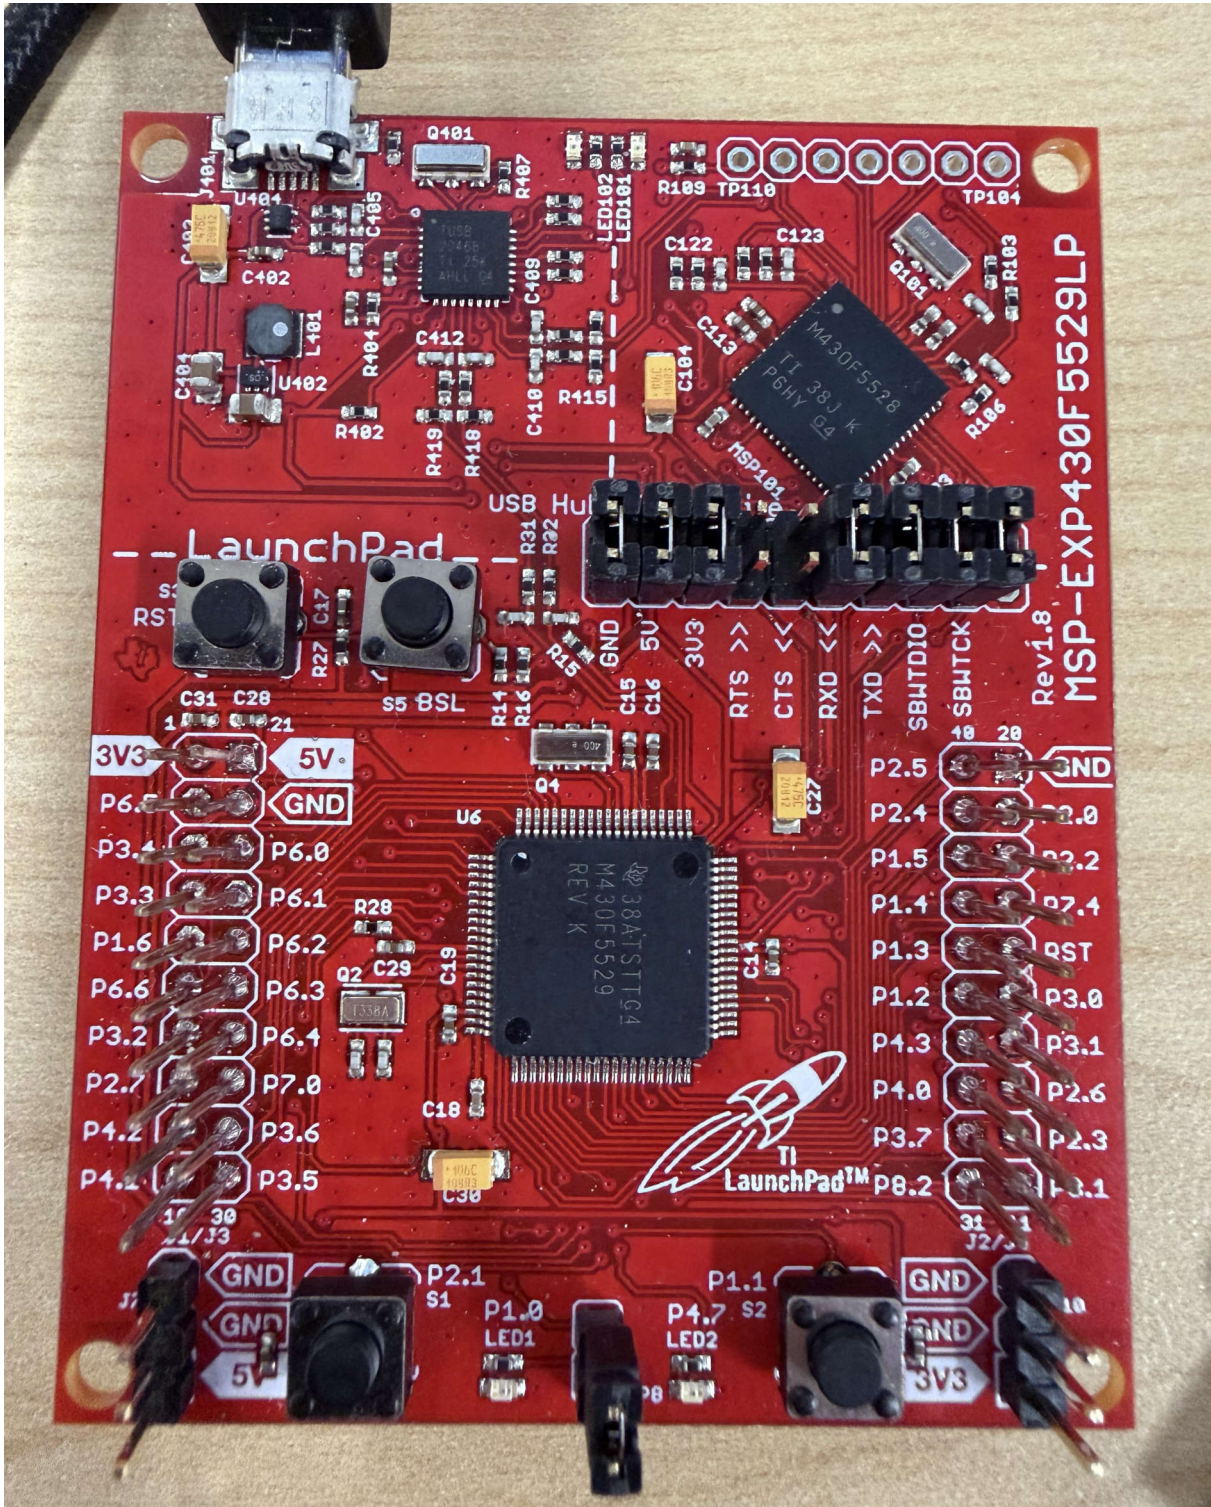

图 2-1. MSP430 LaunchPad 配置
1. 确保 MSP430 LaunchPad 配置为如图 2-1 所示。